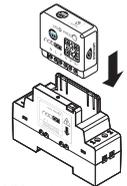

Abbildung 1
- 3 Setzen Sie das Modul in das DIN-Schielen-Gehäuse ein und achten Sie auf die Einsatzzrichtung des Moduls; die Klemmleiste muss sich links befinden (siehe Abbildung 1). Überprüfen Sie, ob die Klemmen gut gelöst sind und achten Sie darauf, dass die Stifte im Kasten nicht geknickt werden.